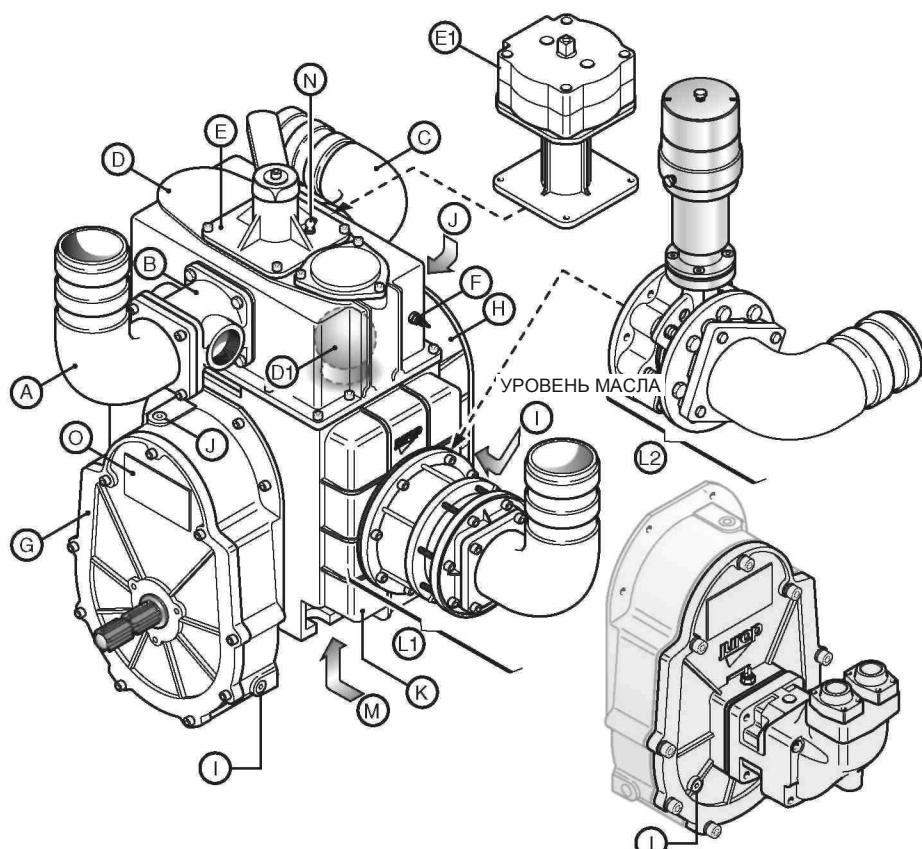

Рис.2
- Стандартные исполнения с предохранительным клапаном на системе впуска (Рис. 2) для исполнения без пневматической системы.
- Исполнения, доступные по запросу, с управляемым двусторочным клапаном (с функциями обратного клапана) на системе впуска вместе с пневматическим приводом дыхательного переключающего клапана (Рис. 2) для оборудования, использующего сжатый воздух.
Описание компонентов (Рис.2)